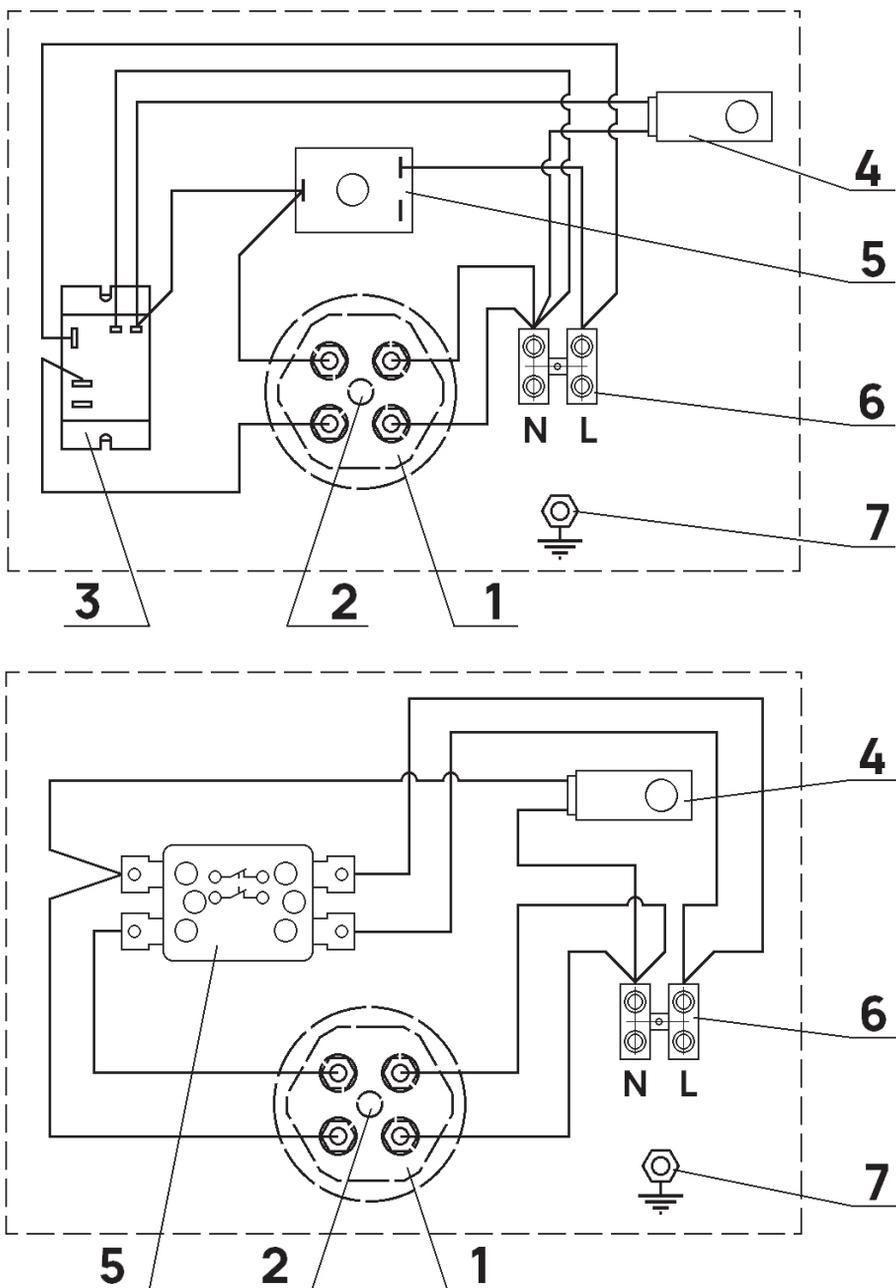

Рисунок 1.
Устройство выпускается в 2-х вариантах: с электромеханическим реле и без него (см. рис. 1).
- Баллон терморегулятора вставить в гильзу электронагревателя до упора (см. рис.1 поз.2).